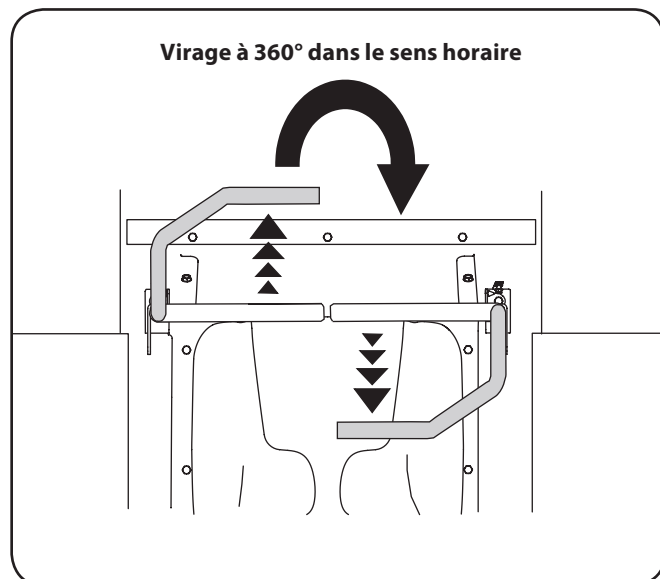

Figure 5-8
2. Pour tourner dans le sens horaire, poussez la barre de conduite gauche vers l'avant et tirez la barre de conduite droite vers l'arrière. Voir Figure 5-8.